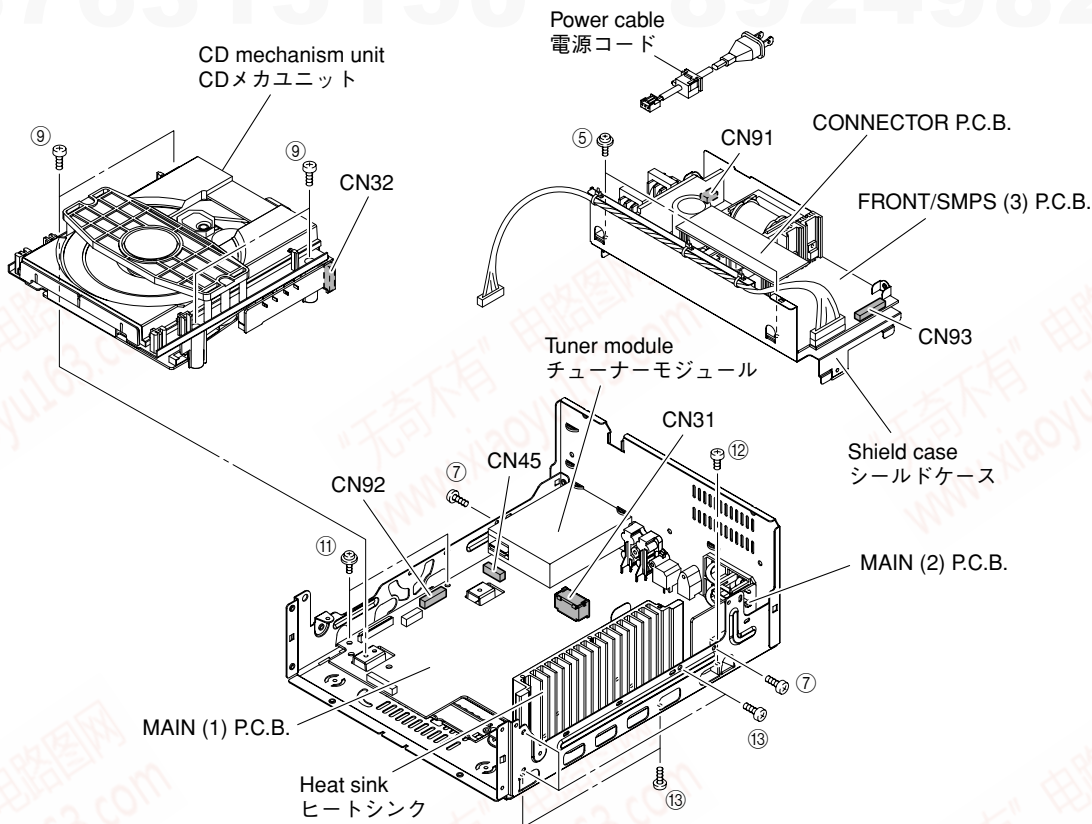

Fig. 3
3. Removal of FRONT/SMPS (3) P.C.B.
- Remove 2 screws (⑤). (Fig. 3)
- Remove CN91, CN92 and CN93. (Fig. 3)
- Remove power cable. (Fig. 3)
- Remove 2 screws (⑦). (Fig. 3)
- Remove FRONT/SMPS (3) P.C.B. together with the shield case. (Fig. 3)
3. FRONT/SMPS (3) P.C.B.の外し方
- ⑤のネジ2本を外します。(Fig. 3)
- CN91、CN92、CN93を外します。(Fig. 3)
- 電源コードを取り外します。(Fig. 3)
- ⑦のネジ2本を外します。(Fig. 3)
- FRONT/SMPS (3) P.C.B.をシールドケースと一緒に取り外します。(Fig. 3)
- Remove 4 screws (⑨). (Fig. 3)
- Remove CN31 and CN32. (Fig. 3)
- Remove CD mechanism unit. (Fig. 3)
- ⑨のネジ4本を外します。(Fig. 3)
- CN31、CN32を外します。(Fig. 3)
- CDメカユニットを取り外します。(Fig. 3)
- Remove CN45. (Fig. 3)
- Remove tuner module. (Fig. 3)
- CN45を外します。(Fig. 3)
- チューナーモジュールを取り外します。(Fig. 3)
6. Removal of MAIN (1) P.C.B.
- Remove 2 screws (⑪), screw (⑫) and 5 screws (⑬). (Fig. 3)
- Remove MAIN (1) P.C.B. together with the heat sink. (Fig. 3)
6. MAIN (1) P.C.B.の外し方
- ⑪のネジ2本、⑫のネジ1本、⑬のネジ5本を外します。(Fig. 3)
- MAIN (1) P.C.B.をヒートシンクと一緒に取り外します。(Fig. 3)